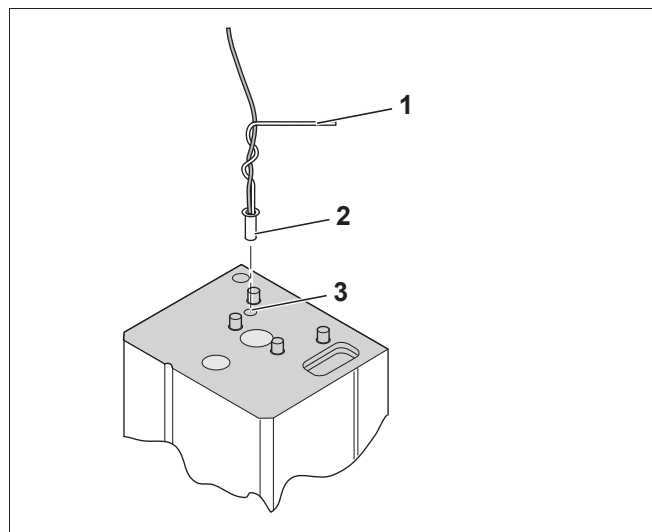

Рис. 12 Установка датчика горячей воды
- ▶ Закрепите датчик (рис. 12, [2]) с проводом на направляющей проволоке (рис. 12, [1]).
- ▶ Вставьте датчик с проволокой в погружную гильзу (рис. 12, [3]).